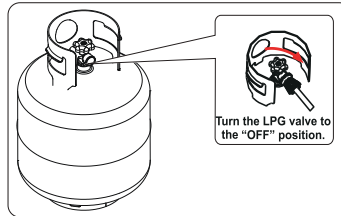

Fig 16
1. Apague el tanque de propano (fig 16)